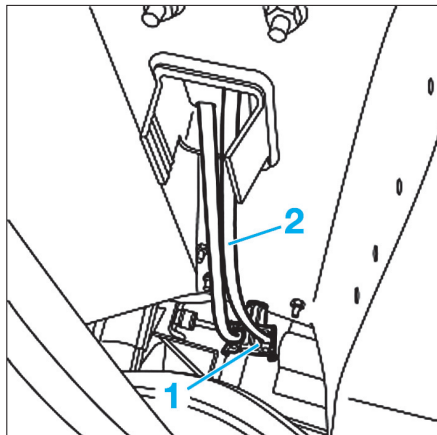

Fig. 62
- Extraire des agrafes de fixation (1), les flexibles d'enclenchement et sélection des vitesses (2) (Fig.62).